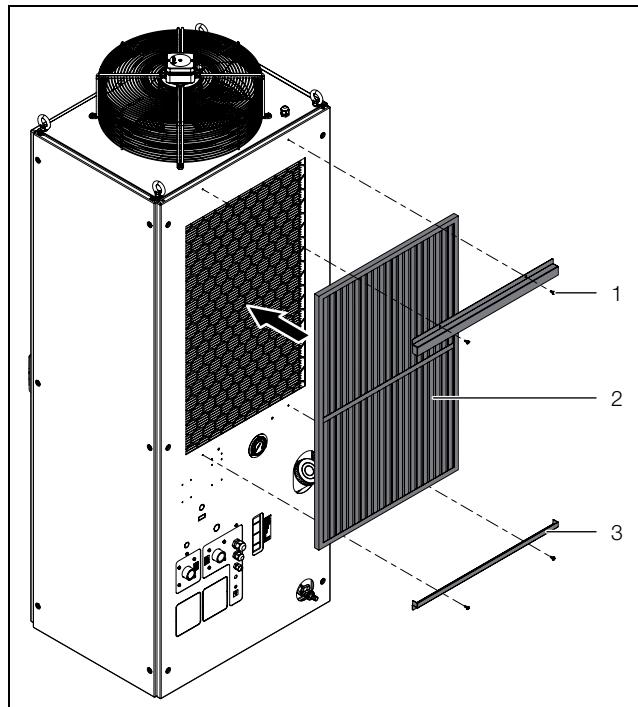

Imagen 11: Montaje de los filtros metálicos
- Monte los dos soportes (Imagen 11, pos. 3) mediante los tornillos (Imagen 11, pos. 1) en el dorsal de la chiller.